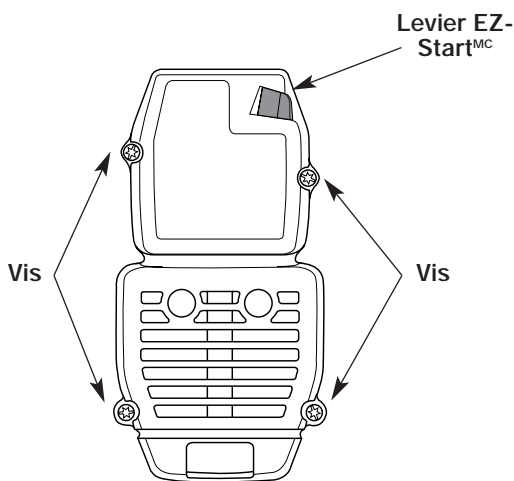

Fig. 47
1. Retirez les quatre (4) vis retenant le filtre à air/couvercle du silencieux (Fig. 47). Servez-vous d'un tournevis à lame plate ou à mèche no. 20 Torx.
2. Insérez les quatre (4) vis dans les trous du filtre à air/couvercle du silencieux (Fig. 47) et vissez sans trop serrer.